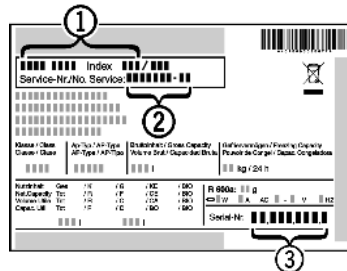

Fig. 12
- ▶ Odczytać z tabliczki znamionowej oznaczenie urządzenia *Fig. 12 (1)*, nr serwisowy *Fig. 12 (2)* oraz numer seryjny *Fig. 12 (3)*. Tabliczka znamionowa znajduje się po lewej stronie wewnątrz urządzenia.
- ▶ Poinformować serwis i podać opis zakłócenia, oznaczenie urządzenia *Fig. 12 (1)*, nr serwisowy *Fig. 12 (2)* oraz numer seryjny *Fig. 12 (3)*.